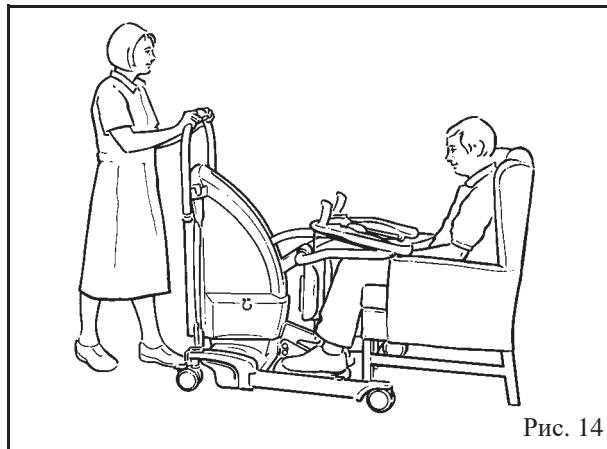

Рис. 14
4. **Для перемещения:** Когда пациент будет готов, помогите ему поставить ступни на опору для стоп или позвольте ему сделать это самостоятельно, немного подтолкнув подъемник *Sara Plus* к пациенту, чтобы облегчить задачу (см. рис. 14).